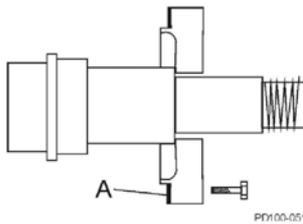

Abb. 42 Dichtung vom Lagerhalter entfernen
- Entfernen Sie die Silikondichtmasse (Abb. 42, Pos. A) von den Lagerhaltern und vom Getriebegehäuse.